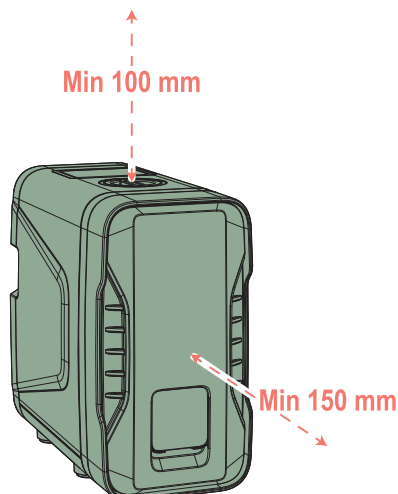

Fig. 9 Espaces minimums libres à garantir
- une distance libre d'au moins 10 cm au dessus de la pompe pour faciliter l'extraction éventuelle du clapet anti-retour en cas de nettoyage (voir Fig. 9).
- une distance libre d'au moins 15 cm de la face avant pour faciliter l'éventuel accès à l'arbre moteur (voir Fig. 9).